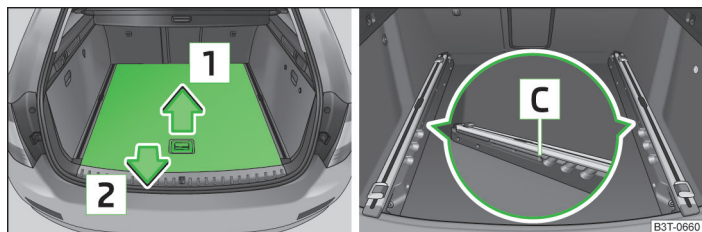

Fig. 95 Maletero: sacar parcialmente el suelo de carga variable.
- Agarrar la parte posterior del suelo de carga variable por el tirador y levantar ligeramente en el sentido de la flecha **1** » fig. 95.
- Agarrar la parte posterior del suelo de carga variable por el tirador y levantar ligeramente en el sentido de la flecha **1** » fig. 95 de la página 100.